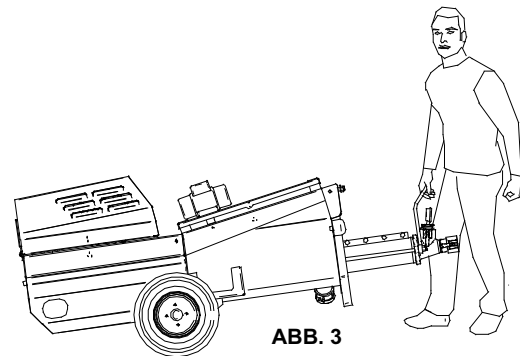

ABB. 3
8. TRANSPORT (Abb. 3), ANHEBEN (Abb. 4), SCHLEPPEN (Sonderausstattung Abb. 5)
! - Achtung! Die Maschine darf ausschließlich anhand der in Abb. 3 gezeigten Hubpunkte angehoben werden.